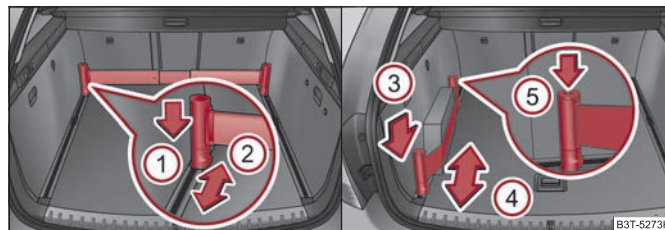

Abb. 91 Teleskopstange und Spanngurt
- Drücken Sie den oberen Teil des Halters in Pfeilrichtung ① ⇒ Abb. 91 und schieben Sie ihn gleichzeitig in die gewünschte Position, Pfeil ②.
- Drücken Sie den Halter in Pfeilrichtung ③ ⇒ Seite 96, Abb. 91 und schieben Sie ihn gleichzeitig in die gewünschte Position, Pfeil ④.
- Drücken Sie die Taste ⑤ auf der oberen Seite des Halters und spannen Sie den Gurt straff.
- Sie können den Spanngurt durch Drücken der Taste ⑤ ⇒ Seite 96, Abb. 91 auch vollständig aufrollen. ■